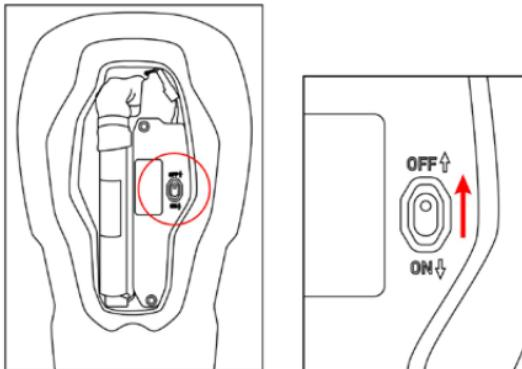

Abbildung 30: Lage des Schalters für den Versandmodus (8)
Für den Fall, dass das System versandt werden muss, muss der Benutzer das System IMMER in den Versandmodus versetzen. Dazu muss der Benutzer den Rückenprotektor (4) durch Öffnen des Reißverschlusses auf der Rückseite des Systems öffnen. Der Benutzer kann leicht auf das Airbag-Steuergerät (5) zugreifen, indem er die hintere Abdeckung mit dem Klettverschluss öffnet. Sobald die Abdeckung entfernt ist, kann der Benutzer das System in den Versandmodus versetzen, indem er den Schalter für den Versandmodus (8) in die Position OFF (AUS) schaltet, wie in Abbildung 30 dargestellt. Der Versandmodus ermöglicht es dem Benutzer, das System sicher und in Übereinstimmung mit den geltenden Transportvorschriften zu versenden. Um das System wieder benutzen zu können, müssen Sie es einschalten, damit es wieder normal funktioniert. Schalten Sie einfach den Schalter für den Versandmodus (8) wieder auf die Position ON.